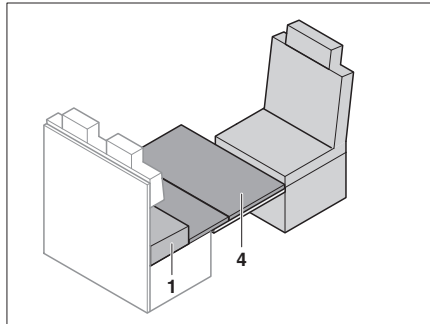

Bild 194 Lägg på underlägget för extra-sängen
- Lägg underlägget för extrasängen (Bild 194,4) på bordet. Lägg då den främre kanten för underlägget för extrasängen direkt på förarstolen.